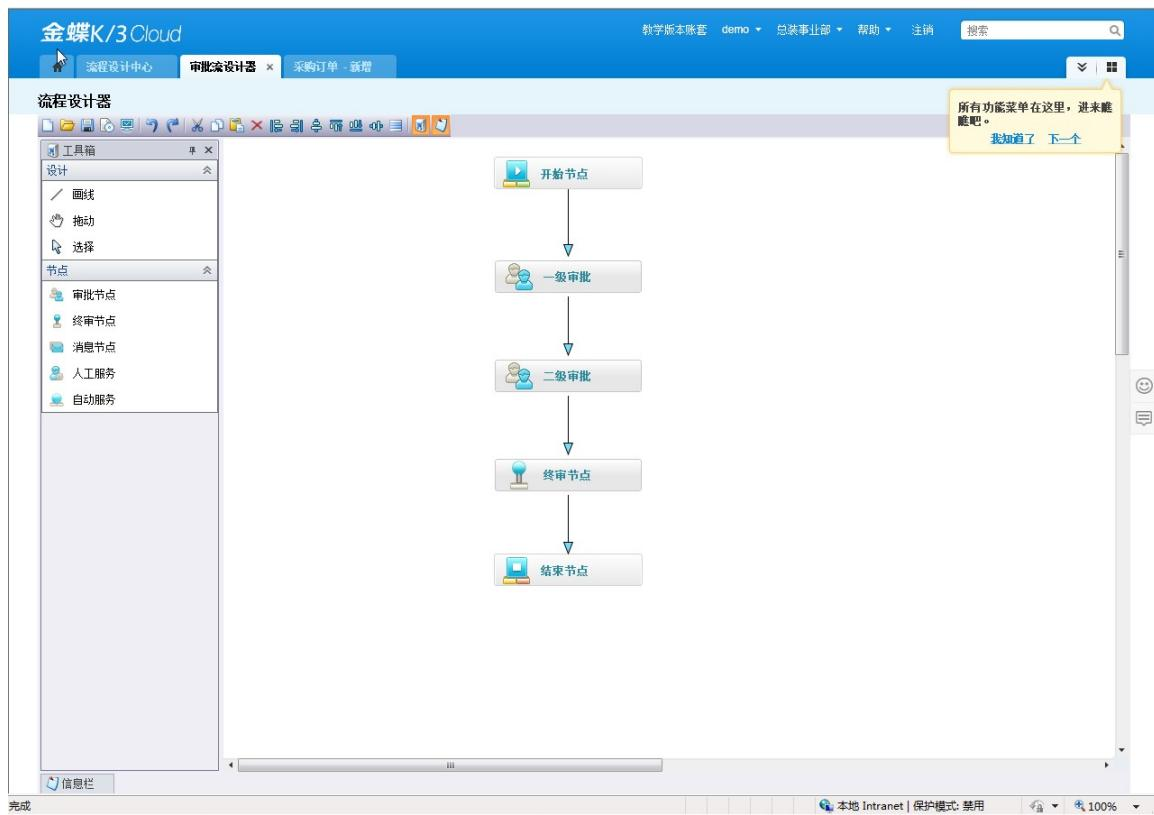

图 8-1-2 审批流程定义
2、点确定后进入审批流设计器设置界面。由于流程新建时选择的是按照模板的方式新建，所以可以看到新建的流程已经存在三级审批节点，并且已有默认的连线连接，则可在模板的基础上进行修改。如图 8-1-2 所示。
如图 8-1-2 所示，是标准的采购流程。本次主要在于展示 K/3 Cloud BOS 的功能，所以仅截取【采购订单】 - 【采购收料单】 - 【采购入库单】这部分作为一个简化的采购流程进行讲解，即上图红框部分的流程。